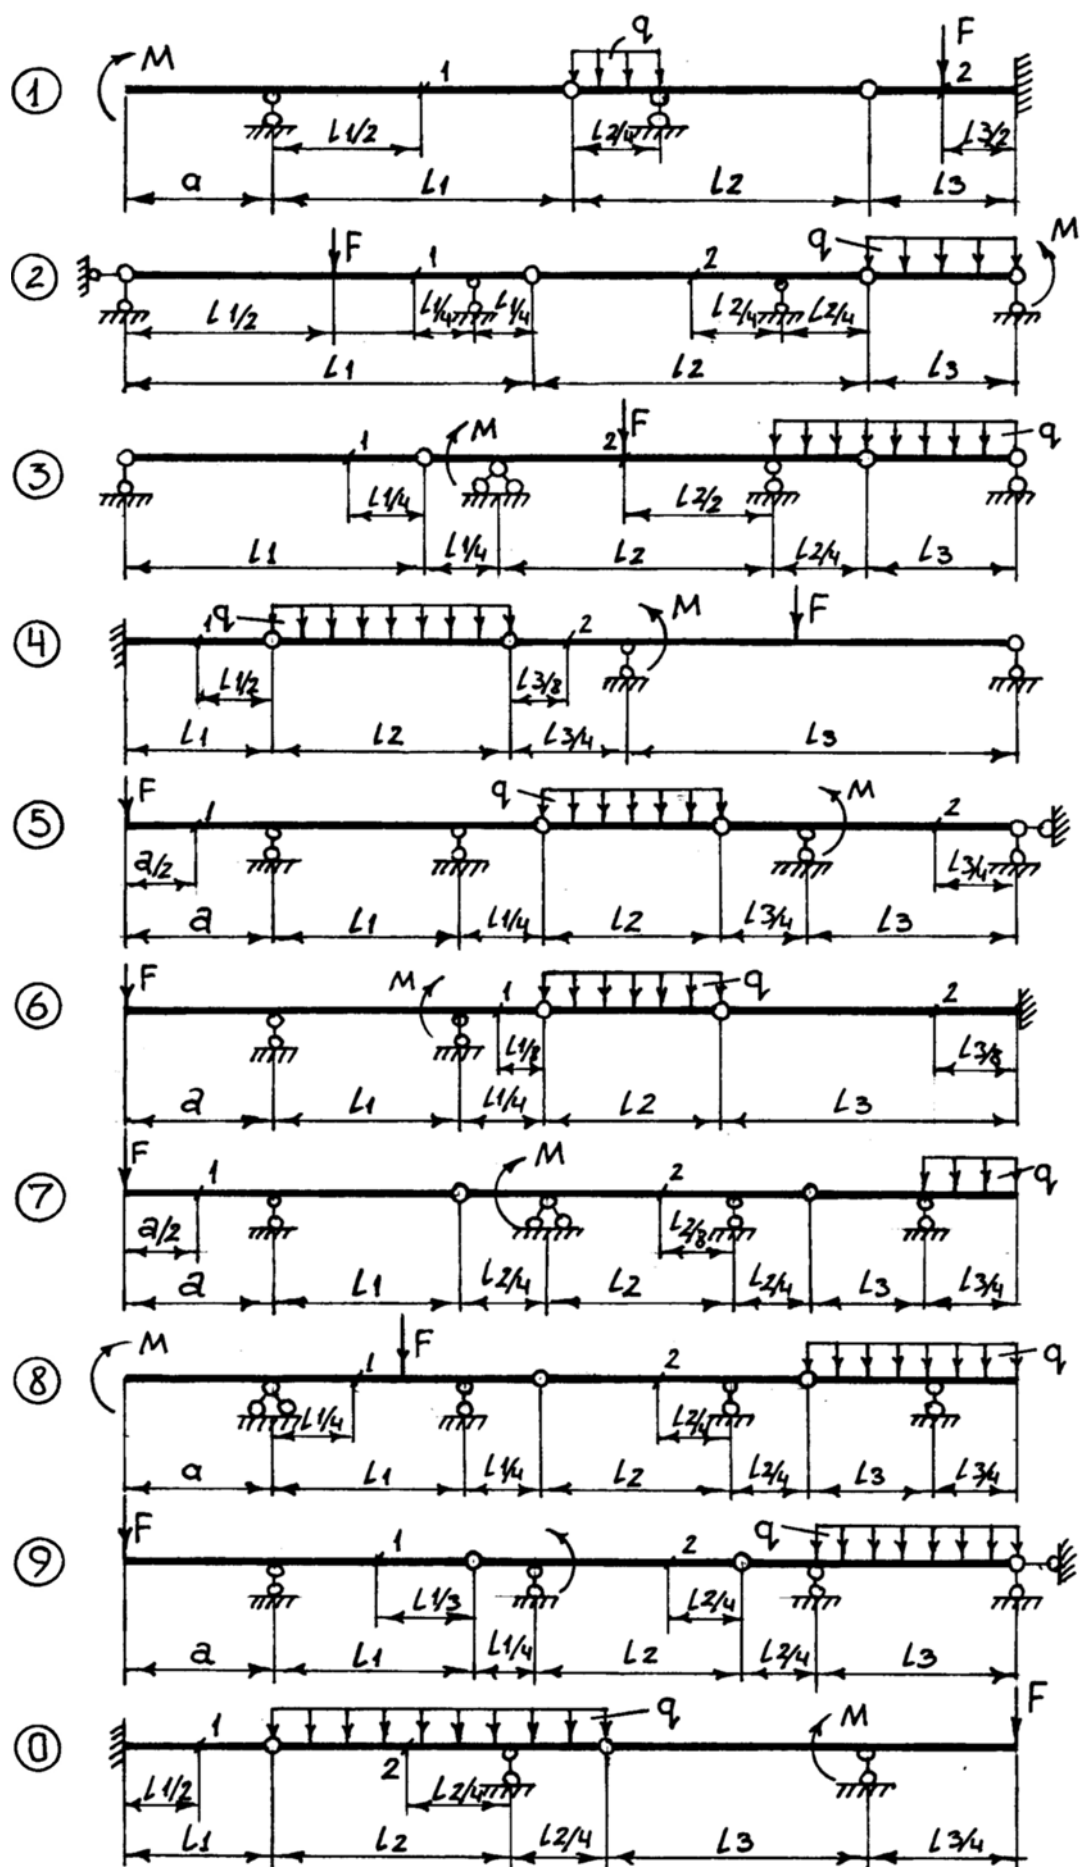

Рисунок 1.1 – Шарнирно-консольная балка
*Задание.* Для балки (рисунок 1.1) с выбранными по шифру из таблицы 1.2 размерами требуется: